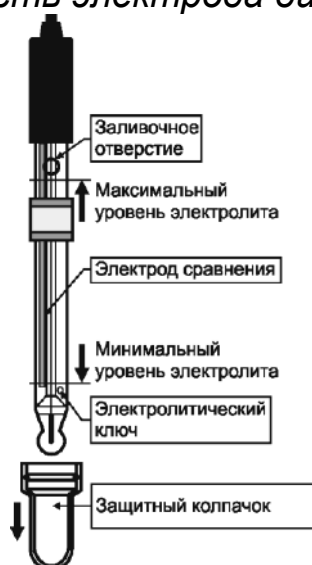
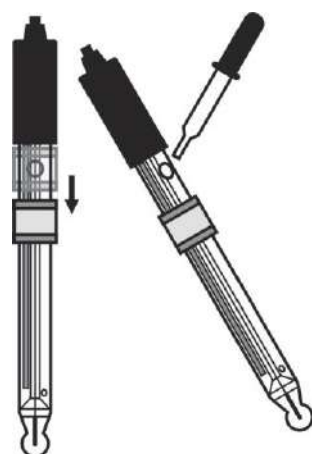

Рис. 1
Рис. 2
**4.3** Проверить уровень электролита в электроде, он должен находиться в пределах, показанных на рис. 1. При необходимости в электрод следует долить раствор  $KCl$  с концентрацией 3 моль/дм3. Для этого нужно сдвинуть вниз защитный пояс, закрывающий заливочное отверстие и заполнить электрод электролитом до уровня заливочного отверстия (рис. 2).
**5.3** Уровень электролита в электроде должен поддерживаться в пределах, показанных на рис. 1. При необходимости электролит следует доливать в электрод через заливочное отверстие.